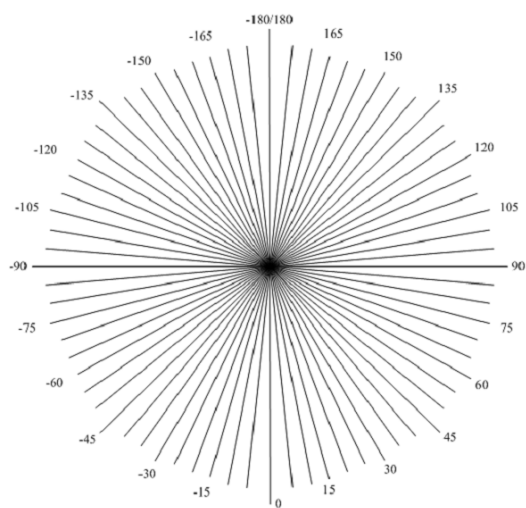

图 4
(1) 倒立摆机械部分需根据图示自行加工，尺寸自拟。允许使用传感器检测摆杆的状态，但不得影响摆杆及旋转杆的转动灵活性，图中支架平台的形状仅作参考，电机自行选型。
(2) 摆杆 D 及旋转杆 B 要能够在垂直平面灵活旋转，检验方法如下：将摆杆或旋转杆拉起至水平位置后松开，摆杆或旋转杆至少能够自由摆动 3 个来回。
(3) 除电机之外，装置中不得有其他动力部件。
(4) 摆杆自然下垂状态是指摆角为 0° 位置，见图 4。
(5) 摆杆倒立状态是指摆杆 D 在 -165° 至 165° 范围内。
(6) 基本要求 (1)、(2) 中，超过 120s 未完成任务视为失败；发挥部分 (1) 超过 180s 未完成任务视为失败。
(7) 以上各项完成时间越短，分值越高。